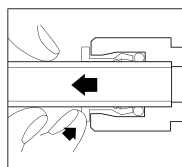

Fig.3
- ▶ Para retirarlo, presione el collar hacia dentro y extraiga el tubo (Fig. 3).